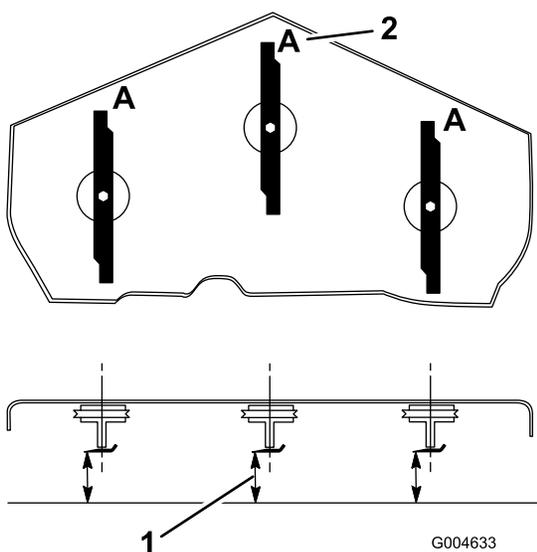

Figura 70
3. Rode as lâminas até as suas extremidades se encontrarem viradas para a frente e para trás (Figura 70).
Nota: Meça desde uma superfície nivelada até à extremidade de corte, posição **A**, das lâminas (Figura 70). Anote esta medida.